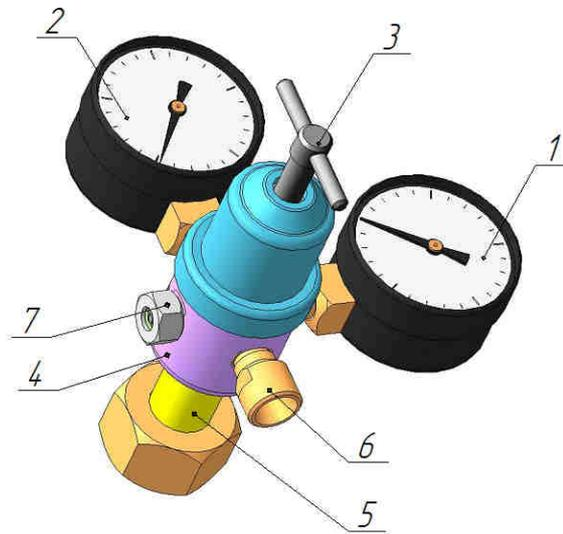

Рис.1 Редуктор ЗАР 6-10М, ЗАР 6-22М
4.1 Внешний вид редуктора показан на рис. 1.